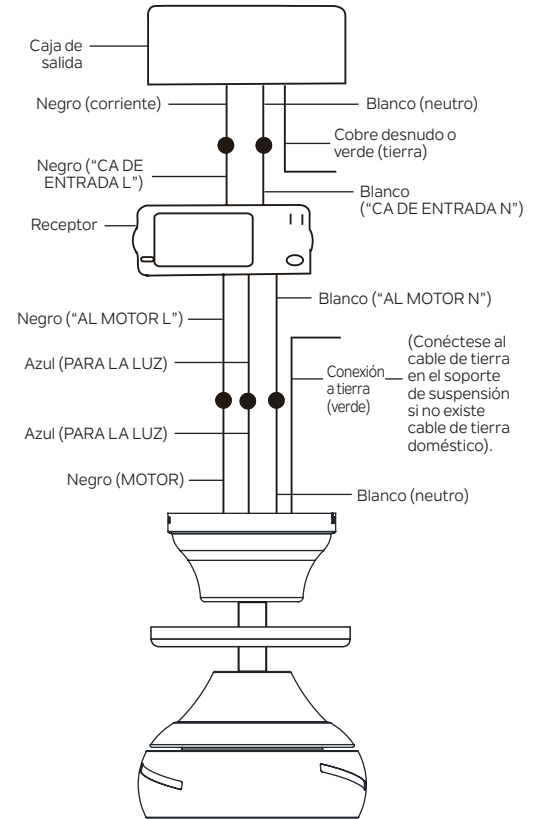

Figura 14
**Paso 4.** Conecte el cable de tierra (cobre verde o desnudo) de la caja de salida del techo al cable de tierra del soporte de montaje del techo y al cable de tierra del ventilador de techo con una tuerca de cable de plástico incluida en la bolsa de piezas. (Figura 14)